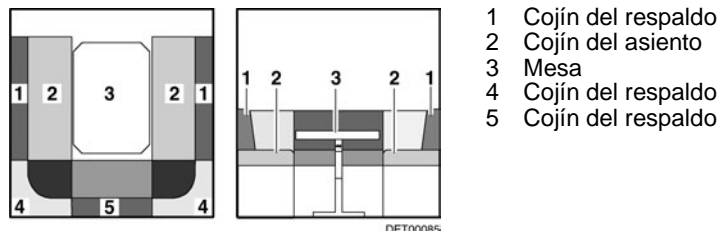

Fig. 78 Antes de la transformación
- Transformar la mesa (Fig. 78,3) en base de cama (véase apartado 7.7).